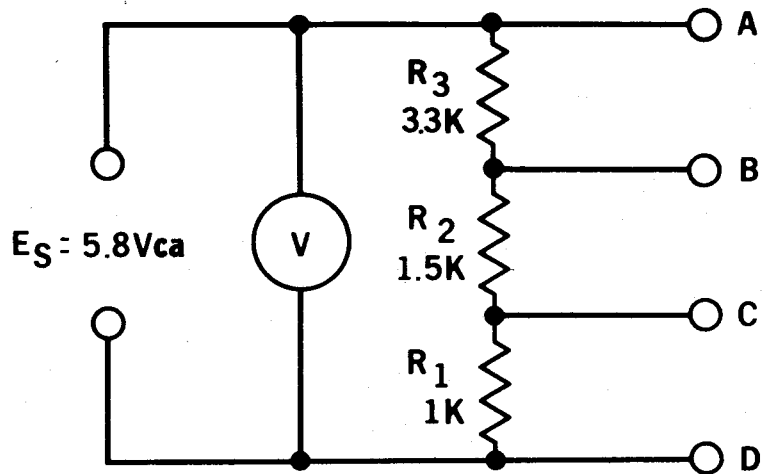

Fig. 25-2
11. Construya el circuito de la Fig. 25-2. Usando el VTVM, mida y anote en la tabla las tensiones en las terminales mostradas. Repita usando el osciloscopio calibrado y anote.